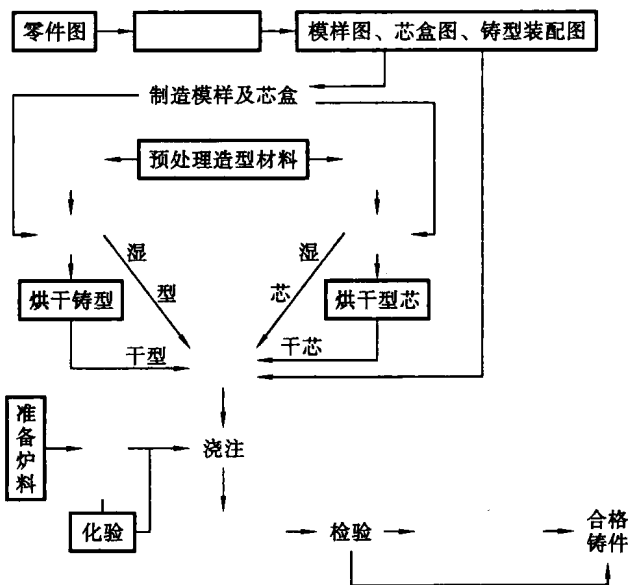

图 2-1 砂型铸造生产工艺流程图
3. 图 2-1 所示为砂型铸造生产工艺流程图,请填写该工艺流程图中空白处的工艺。